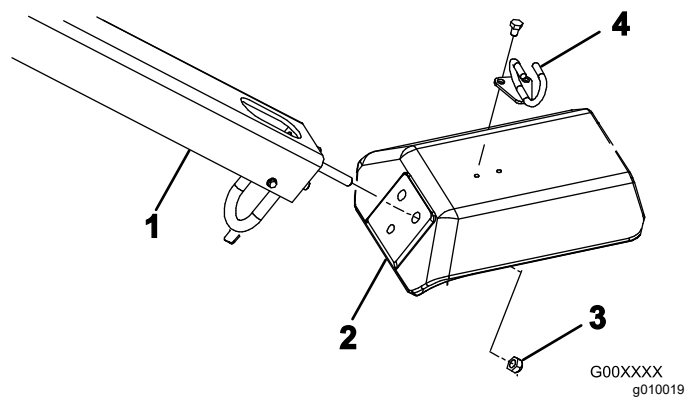

Figura 4
2. Introduzca los espárragos de montaje del manillar en los orificios de la horquilla (Figura 4).
3. Sujete los espárragos del manillar a la horquilla (Figura 4) con 3 contratuercas (1/2").
5. Monte la guía de cables en la parte superior de la horquilla (Figura 4) con 2 pernos (5/16" x 1/2").